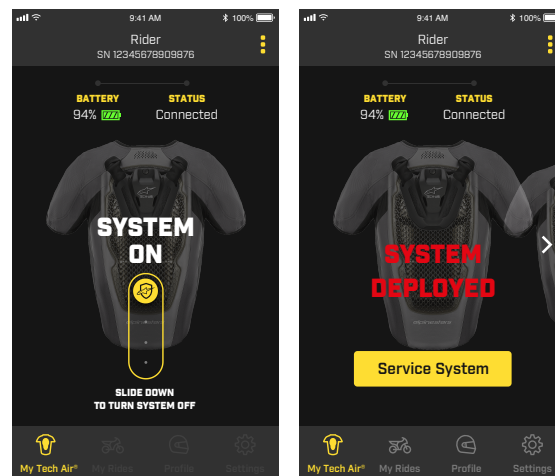

Figura 12
L'App fornisce informazioni sull'operatività del Sistema, se lo stesso sta funzionando correttamente o meno. L'Indicazione "Sistema acceso" visualizzata sullo schermo indica che il Controllo di Sistema ha avuto esito positivo e che il Sistema è attivo. Durante la guida, la modalità "Sistema acceso" è attiva e, di conseguenza, per motivi di sicurezza, l'utente non può accedere alla maggior parte delle funzioni dell'App. Nel caso in cui il Sistema debba essere disattivato dall'utente, ad esempio durante una guida fuoristrada su fondo particolarmente sconnesso, il Sistema può essere disattivato utilizzando l'icona a scorrimento sull'App (come mostrato in Figura 12). Per riattivarlo, aprire e chiudere la Patella Anteriore (2).
Dall'App l'utente può anche verificare l'effettivo azionamento del Sistema durante un incidente, poiché l'azionamento del Sistema è mostrato sull'App (vedi Figura 12 dove è mostrato lo stato del Sistema).